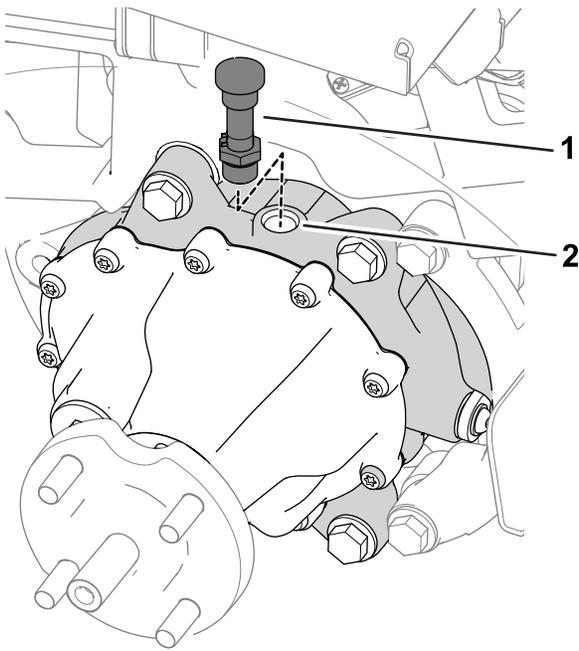

図 50
7. ギアボックス上部から換気ホースとフィッティングを外す **図 50**。
9. 給油ポートに換気ホースとフィッティングを取り付ける 図 50。